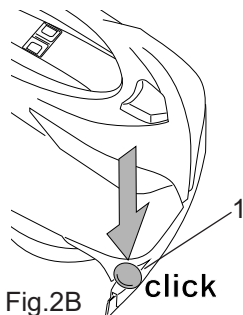

Fig.2B
- Installer støtfangerhjul (fig. 2B - ref. 1).